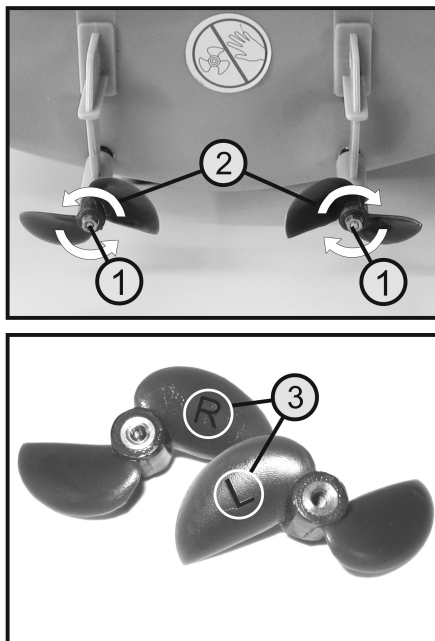

Figure 13
Puis faites tourner l'hélice (2) de l'arbre. Tournez l'hélice de gauche vers la gauche pour l'éloigner. Tournez l'hélice de droite vers la droite (voir les flèches de la figure 13).